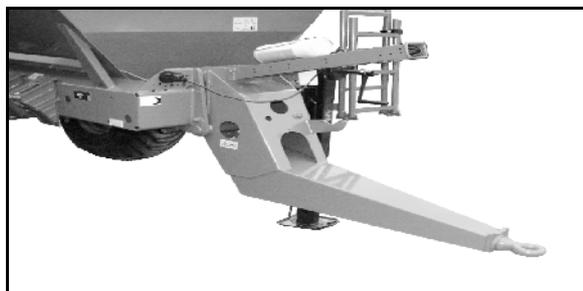

Fig. 24
- barre d'attelage contrecoudée (Fig. 24),